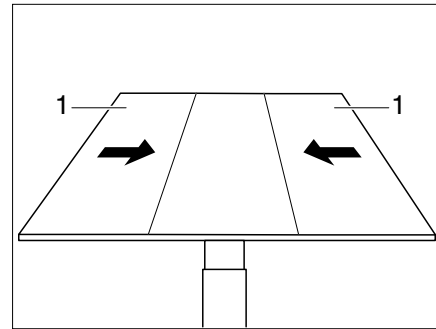

Fig. 106 Pousser les parties latérales sur la partie médiane
- Pousser les parties extérieures (Fig. 106,1) de la table sur la partie médiane.